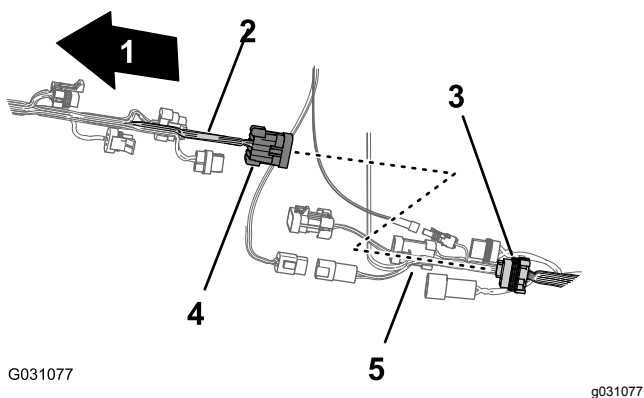

Figura 91
5. Collegate il connettore a 10 pin del cablaggio anteriore per l'interconnessione del cablaggio dell'irroratrice al connettore a 10 prese del cablaggio posteriore per l'interconnessione del cablaggio dell'irroratrice (Figura 91).